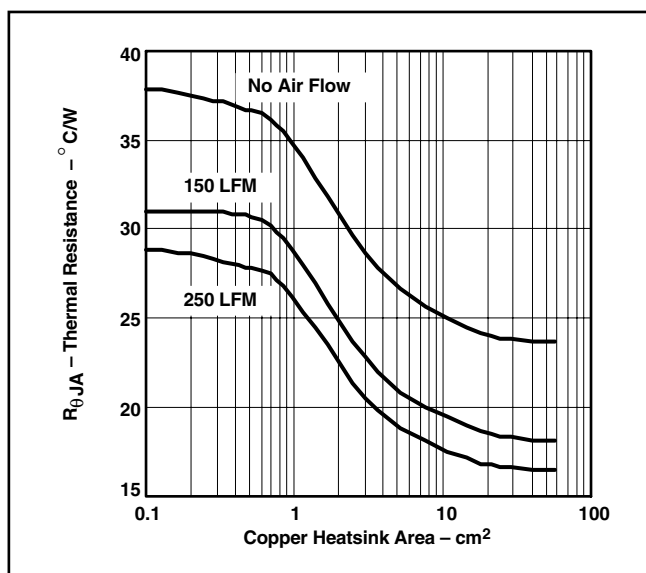

図 25. DDPKの熱抵抗対銅ヒートシンク面積
式 (6) および、図25と図28に示すコンピュータ・モデリングにより生成された曲線を使用すれば、特定の周囲温度、消費電力、および動作環境に対して、必要なヒートシンクの熱抵抗と基板面積を容易に求めることができます。
図25「DDPAKの熱抵抗対銅ヒートシンク面積」から、デバイスが2.5Wを消費するためには1cm²のグラウンド・プレーンが必要です。図25を得るためにコンピュータ・モデルで使用した動作環境は、標準JEDEC High-K (2S2P) 基板で、1オンスの内部銅プレーンおよびグラウンド・プレーンから構成されています。パッケージは、2オンスの銅パッドに半田付けされます。このパッドは、サーマル・ビアを通して1オンスのグラウンド・プレーンに接続されます。図26に、コンピュータ・モデルで使用した動作環境の側面図を示します。